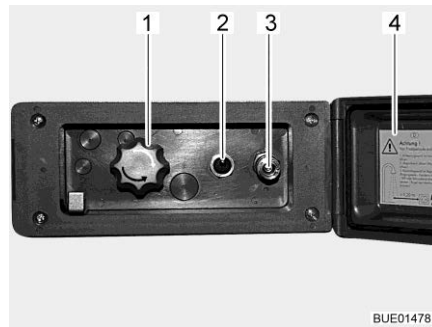

Fig. 168 Branchement de la douche extérieur
- Déverrouiller et ouvrir le couvercle (Fig. 168,4).
- Brancher le flexible de la douche extérieure sur la fermeture rapide (Fig. 168,3).
- Allumer la pompe à eau avec le commutateur (Fig. 168,2).
- Régler la température de l'eau selon ses désirs avec le bouton rotatif (Fig. 168,1).
- Éteindre la pompe à eau avec le commutateur (Fig. 168,2).
- Fermer le couvercle (Fig. 168,4) et verrouiller avec la clé.
- Placer le bouton rotatif (Fig. 168,1) sur la position intermédiaire.